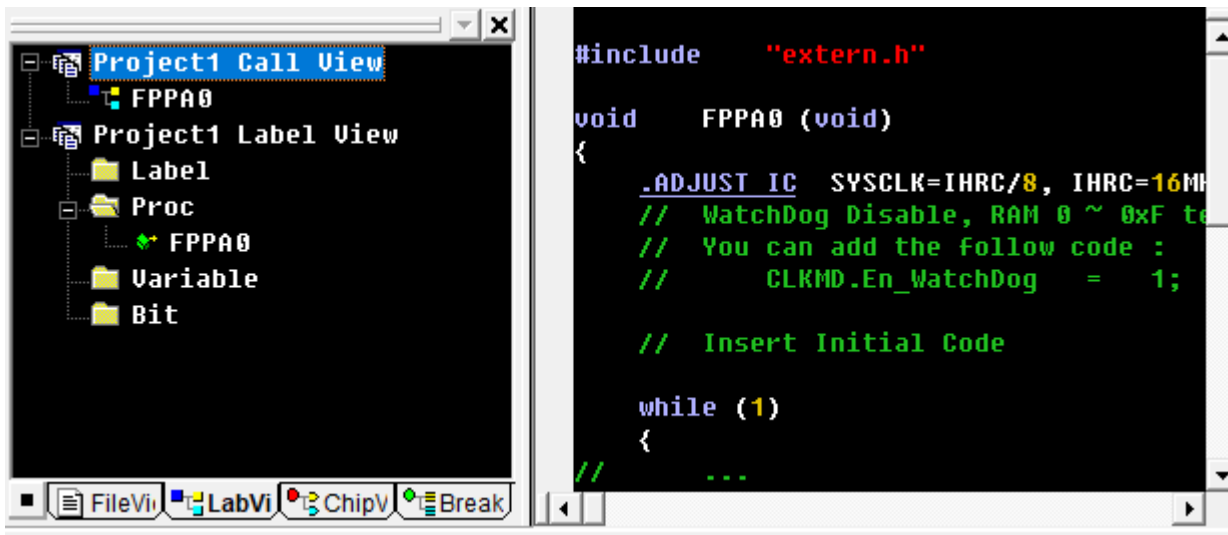

图 4-9. LabView 组译成功的讯息
(2) 此视窗在组译成功后，显示信息如图 4-9 所示：
在图 4-9 例子中，连续双击某一项目即可快速切换至目标位置，方便使用者搜寻。